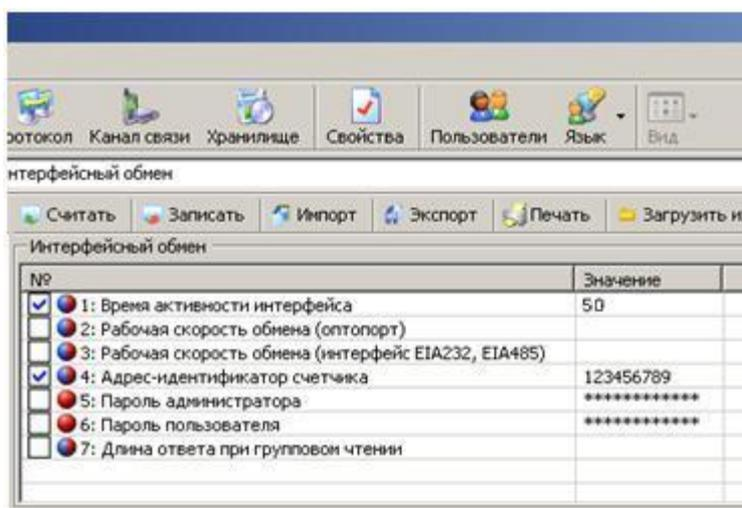

Рисунок 5.26 – Интерфейсный обмен
- Проверить значения начальной и рабочей скорости через интерфейс, они должны быть равны 9600 бод (5) (см. п. 5.4.3).
- Чтением параметра «*время активности интерфейса*» убедиться, что его значение равно 50 с. (см. рисунок 5.26).
- Чтением параметра «*адрес-идентификатор счетчика*» (см. рисунок 5.26) убедиться, что его значение равно 9 последним цифрам серийного номера, без нулей перед значащими цифрами, т.е. если 9 последних цифр заводского номера имеют вид «000000001», то идентификатор равен «1».